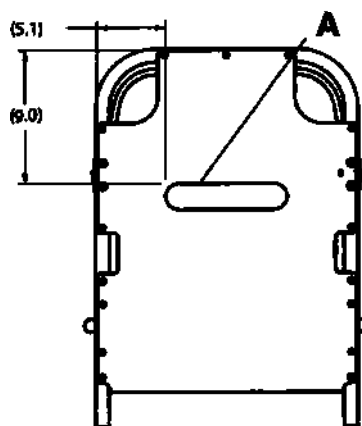

Рисунок 1 – Присоедините полоску Velcro к спинке для положения Фаулера
6. Снимите подложку с полоски Velcro для спинки для положения Фаулера (А) и присоедините Velcro к поверхности спинки для положения Фаулера (Рисунок 1).